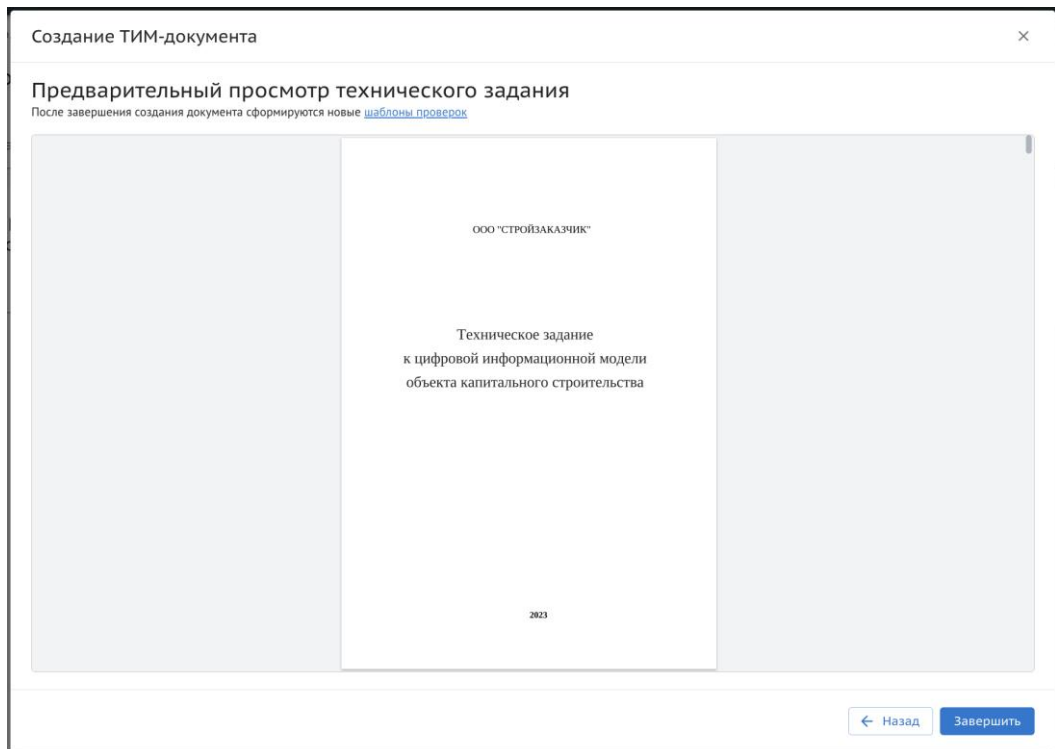

Рисунок 25. Предварительный просмотр технического задания.
8) В “Предварительном просмотре технического задания” проверить документ и кликнуть “Завершить” для создания документа (Рисунок 25);